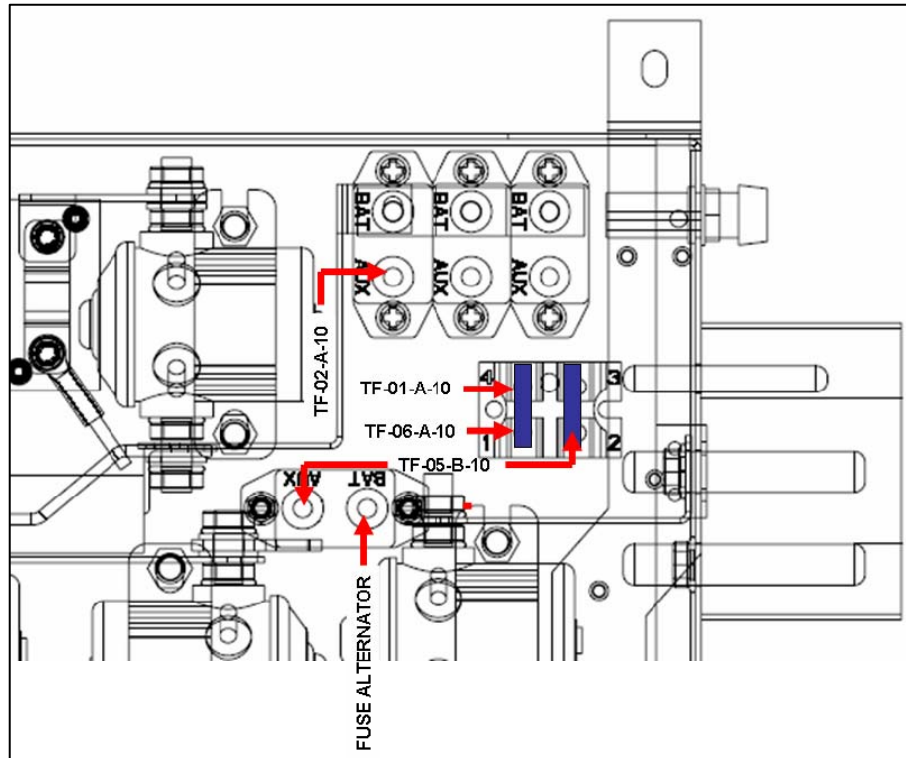
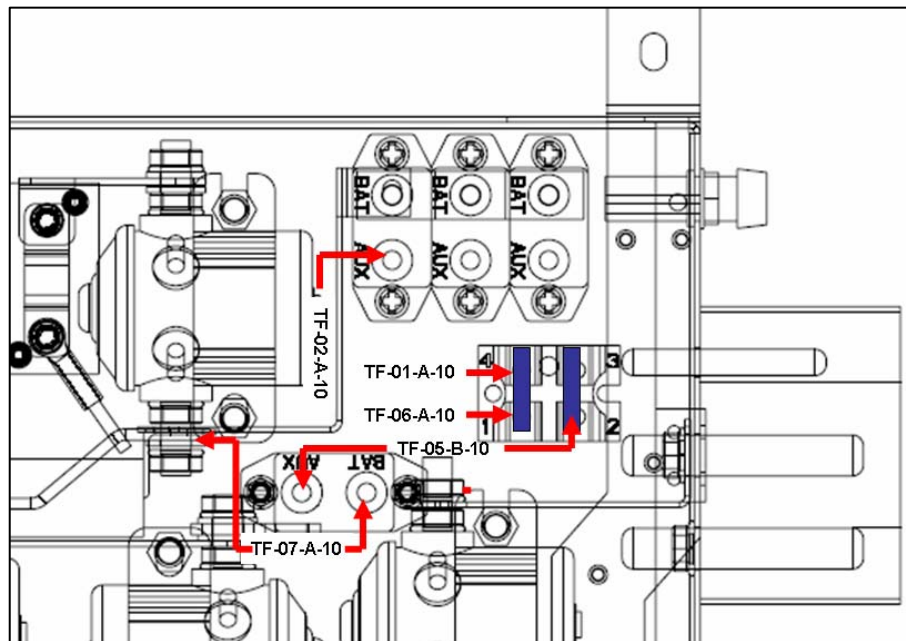

Bild 3 Vor Modifikation
Bild 4 Nach Modifikation
- Die neue Leitung TF-07-A-10 (1) gemäß Bild 4 anschließen. Siehe Bild 3 und Bild 4.